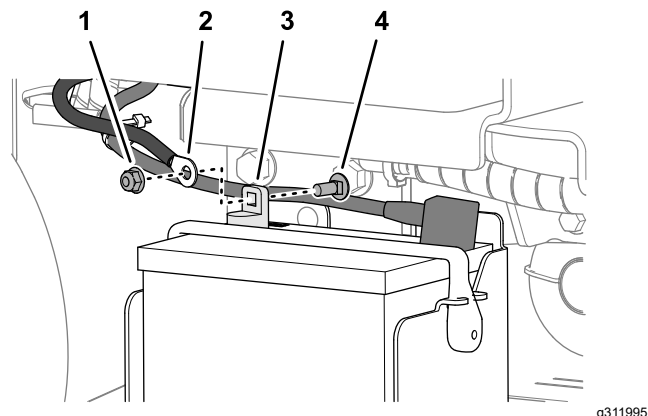

Figura 61
7. Desconecte el cable del borne negativo de la batería (Figura 61).